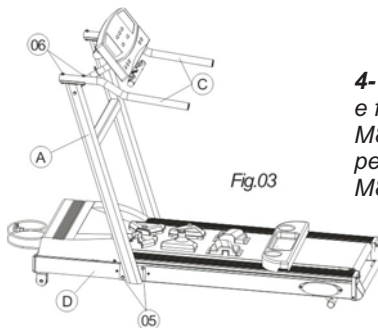

Fig.03
**4- Levante o corrimão (A)-Fig.03 até o final de seu curso e fixe-o no chassi (D) com os parafusos sextavados (05) M8x20 mm e arruelas M8. Em seguida posicione os pega-mãos (C) e fixe-os com os parafusos sextavados (06) M8x50 mm, arruelas M8 e porcas M8.**